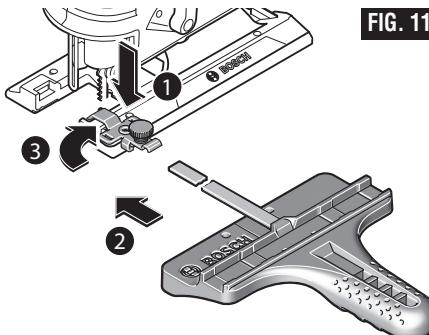

FIG. 11
- Placez le(s) bouton(s) de verrouillage du côté approprié de la bride ou des brides de fixation, puis serrez à fond le(s) bouton(s) sur la bride ou les brides de fixation (Fig. 11).
- Serrez fermement le(s) bouton(s) de verrouillage sur la ou les bride(s) de fixation (Fig. 11).
- Placez le(s) bouton(s) de fixation du côté approprié de la bride ou des brides de fixation, et serrez fermement le(s) bouton(s) de verrouillage sur la ou les bride(s) de fixation (Fig. 11).